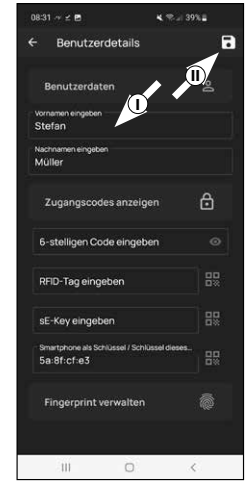

Abb. 7
- Sie gelangen in eine Übersicht mit den Benutzerdaten. Sofern Sie einen neuen Benutzer angelegt haben, geben Sie bitte zunächst den Vor- und Nachnamen des Benutzers ein (I) (Abb. 7). Tippen Sie danach auf das Speichern-Symbol (II) (Abb. 7).